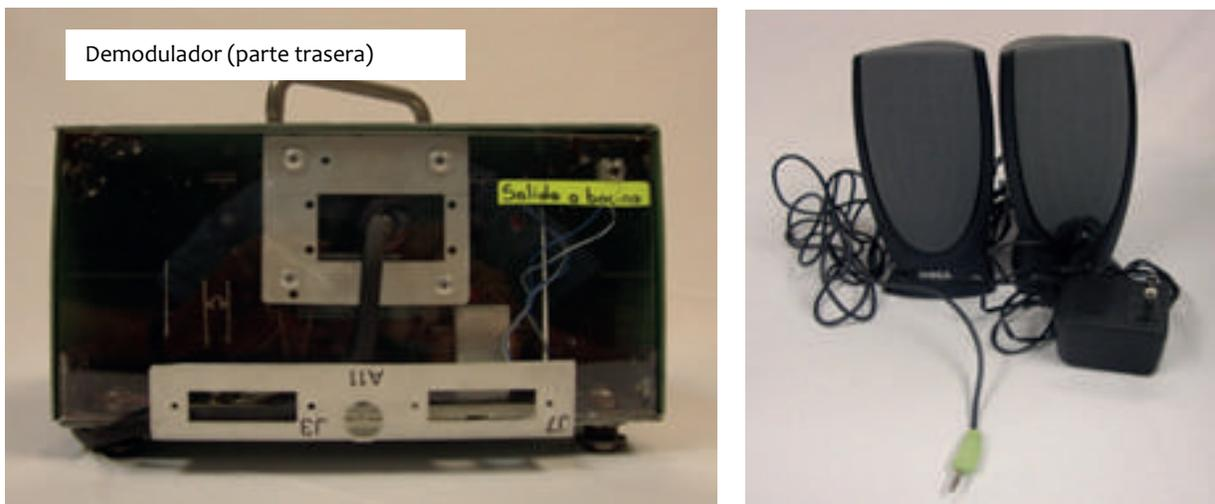

Figura 8.4. Conexión de las bocinas
a) Por la parte trasera del demodulador conecte las bocinas (figura 8.4).